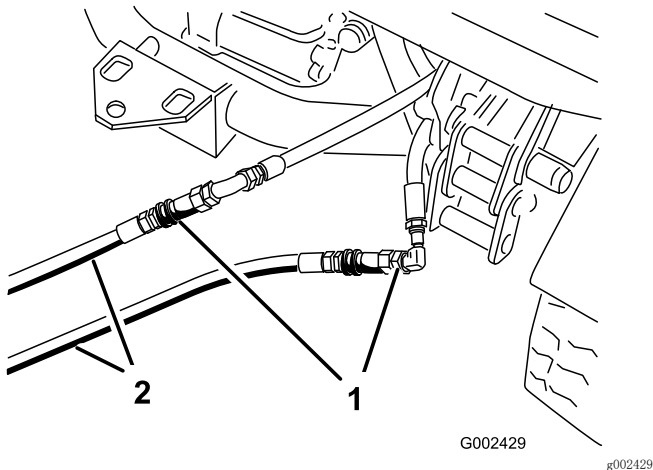

图70
3. 在禁用的机器上将 2 个跳线软管连接至断开的软管（图70）。